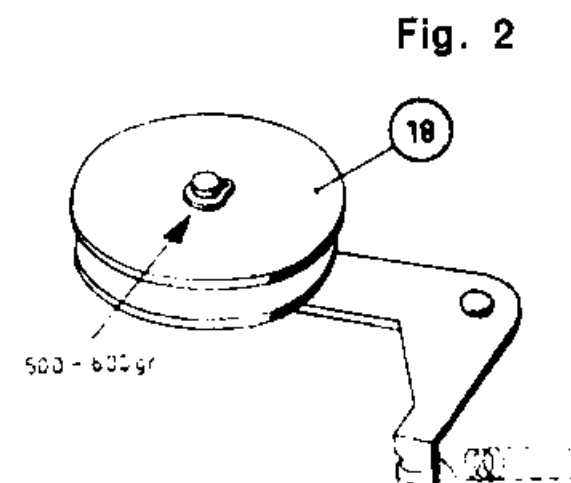

Fig. 2
- A l'aide d'un dynamomètre indiquant 500 à 600 g (fig. 2), ajuster la hauteur de la roue de tension afin d'obtenir un défilement correct sans torsion ni frottement de la courroie.